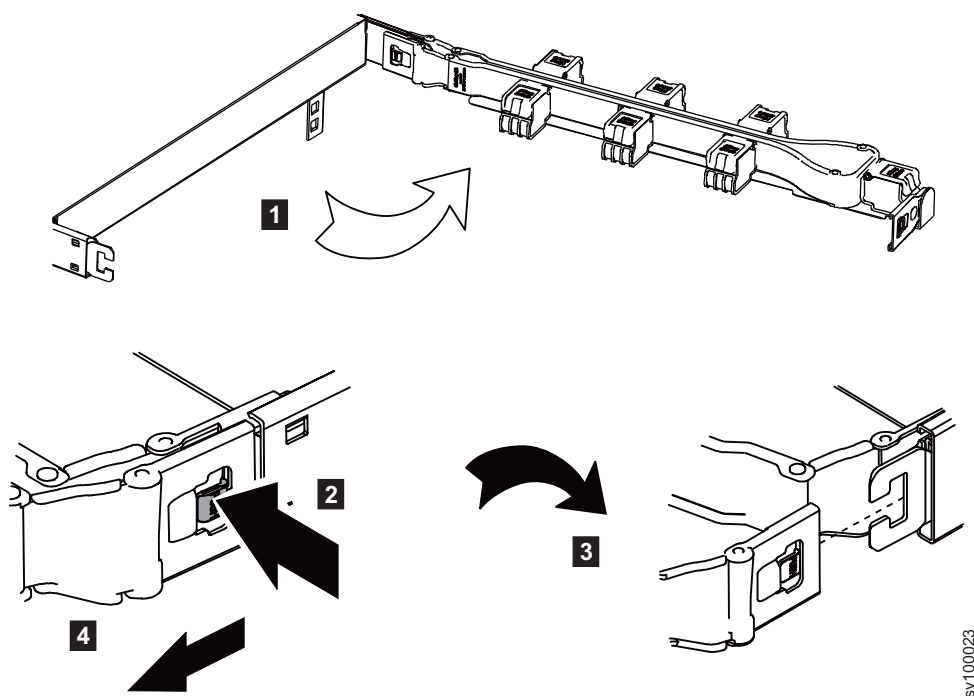

図 5. ケーブル・マネジメント・アームの外部メンバーの取り外し
4. 図 5 に示すように外部メンバーを切り離します。
- a. ケーブル・マネジメント・アームを右側に曲げてシャーシを維持するか、取り外しを再開します (1)。
- b. 「プッシュ」 ボタンを押します (2)。
- c. ケーブル・マネジメント・アームのプラグイン部分を引き出します (3)。